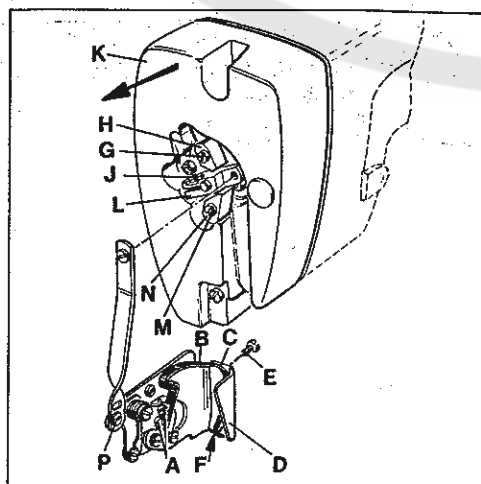
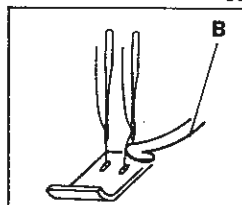
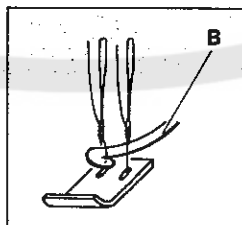
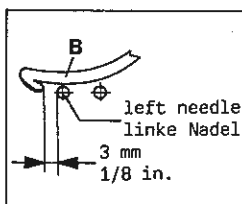

Fig. 58
Fig. 59
Fig. 60
Fig. 61
6.1 Keep thread wiper disconnected. Insert the ten prong plug of the thread trimmer drive on the motor. Switch-on motor, sew and cut the threads with fabric under the presser foot. Switch-off the motor. Now actuate the wiper hook manually. The hook (B, Fig. 59) must deflect the needle threads to the front (towards the operator). When the hook (B, Fig. 60) returns from left to right it must catch the needle threads and draw them to leaf spring (C, Fig. 58) for clamping. On its travel the hook should not interfere with the needle points or the presser foot. For adjustment loosen screws (A, Fig. 58), set as required and retighten screws.
6.2 The wiper hook (B, Fig. 58) and leaf spring (C) for clamping the needle threads should be approximately flush at point (F) when the hook (B) is in its right end position. After loosening screw (E, Fig. 58) set the lower end of leaf spring flush to the lower edge of bracket (D) at point (F). Retighten screw (E).
For adjustment of hook (B, Fig. 58) loosen screw (G) and screw (J) and turn lever (L) until the end of hook (B) and the lower end of leaf spring (C) are flush. Retighten screw (J).
Set stop (H, Fig. 58) so that lever (L) strikes against it just before the stop in the rotary solenoid of the wiper is effective. Retighten screw (G).
Stop (N, Fig. 58) limits the motion of the wiper hook to the left. Loosen screw (M) and set the stop (N) so that lever (L) strikes against it when the wiper hook (B, Fig. 61) is 3 mm (1/8 in.) left of the left needle. Retighten screw (M, Fig. 58).
HINT: For disassembling head cover (K, Fig. 58) remove screw (P) and the two head cover fastening screws. Draw-off head cover horizontally to the left to avoid damaging of plug and receptacle.
HINWEIS: Entfernen Sie zum Abnehmen des Kopfdeckels (K, Fig. 58) die Schraube (P) und die beiden Kopfdeckel-Befestigungsschrauben. Ziehen Sie den Kopfdeckel horizontal nach links ab, damit Stecker und Steckbuchse nicht beschädigt wird.
6.1 Der Fadenzieher darf nicht angeschlossen sein. Stecken Sie den 10 poligen Stecker des Fadenabschneider-Antriebs am Motor ein. Schalten Sie den Motor ein, nähen Sie und schneiden Sie die Fäden im Stoff ab. Schalten Sie den Motor aus. Schwenken Sie nun den Haken für Fadenzieher von Hand ein. Dabei muß der Haken (B, Fig. 59) die Nadelfäden nach vorne (zur Bedienungsperson hin) ablenken. Wenn der Haken (B, Fig. 60) von links nach rechts zurück schwenkt muß er die Nadelfäden mitnehmen und zum Festklemmen zur Blattfeder (C, Fig. 58) ziehen. Auf seiner Bahn darf der Haken weder die Nadelspitzen berühren noch gegen den Drückerfuß stoßen. Zur Einstellung lösen Sie die Schrauben (A, Fig. 58), stellen entsprechend ein und ziehen die Schrauben wieder an.
6.2 Der Haken für Fadenzieher (B, Fig. 58) und die Blattfeder (C) zum Klemmen der Nadelfäden müssen in der rechten Endstellung des Hakens (B) im Punkt (F) in etwa bündig sein.
Stellen Sie nach Lösen der Schraube (E, Fig. 58) das untere Ende der Blattfeder (C) bündig zur unteren Kante des Halters (D) bei Punkt (F). Ziehen Sie die Schraube (E) wieder an.
Zur Einstellung des Hakens (B, Fig. 58) lösen Sie die Schraube (G) und die Schraube (J) und drehen den Hebel (L) bis das Ende des Hakens (B) und das untere Ende der Blattfeder (C) bündig sind. Ziehen Sie die Schraube (J) wieder an.
Stellen Sie den Anschlag (H, Fig. 58) so, daß der Hebel (L) an ihm anschlägt kurz bevor der Anschlag im Drehmagneten des Fadenziehers wirksam wird. Ziehen Sie die Schraube (G) wieder an.
Der Anschlag (N, Fig. 58) begrenzt den Weg des Hakens für Fadenzieher nach links. Lösen Sie die Schraube (M) und stellen Sie den Anschlag (N) so, daß der Hebel (L) an ihm anschlägt, wenn der Haken für Fadenzieher (B, Fig. 61) 3 mm links der linken Nadel steht. Ziehen Sie die Schraube (M, Fig. 58) wieder an.